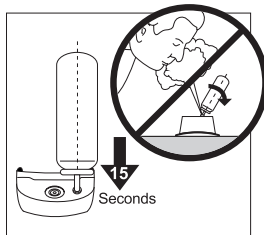

Fig. 1
2. Per prima cosa lasciare fuoriuscire l'aria dal serbatoio premendo due volte l'apertura per il riempimento (6) con un cacciavite.
3. Inserire l'ugello nebulizzatore dall'alto nell'apertura di riempimento (6) sul dispositivo.
4. Per rifornire il dispositivo, tenere premuto l'ugello nebulizzatore contro l'apertura di riempimento (6) per circa 15 secondi (fig. 1).